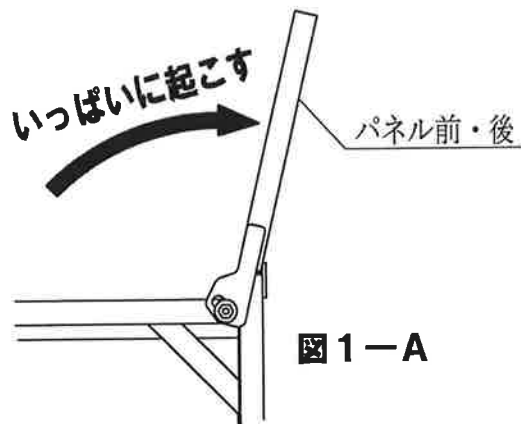

図1-A
1. パネル前・後を右図のようにいっばいに起こします。(図1-A)